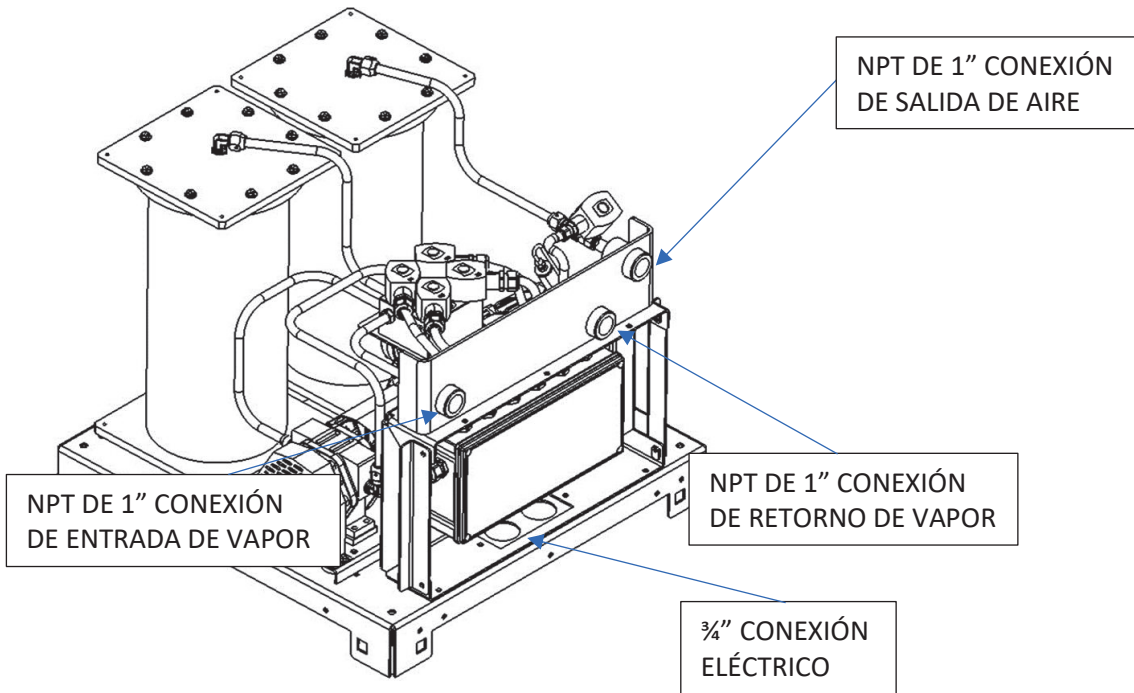

Figura 6-6: Diagrama de funcionamiento GREEN MACHINE
6. Durante el modo de funcionamiento de 60 segundos: **Vea la Figura 6-6.**
8. Durante el ciclo de purga de 60 segundos: **vea la Figura 6-6.**